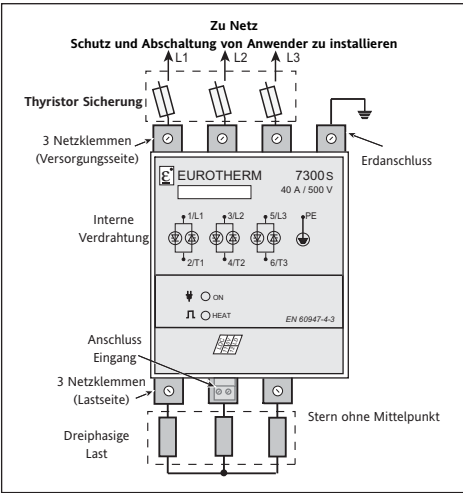

Abbildung 2-7 Dreiphasige Last in Stern ohne Mittelpunkt Konfiguration (3S)
- Stern ohne Mittelpunkt (3 Anschlussleitungen, Code 3S), Abbildung 2-7